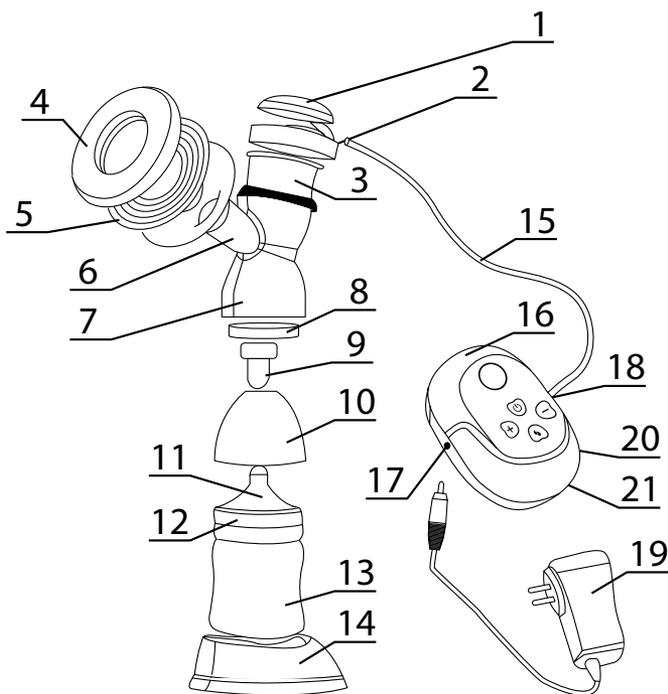
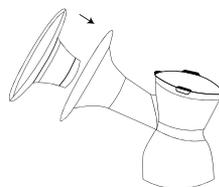

рис. 1
рис. 3
3.1. Основные элементы молокоотсоса и его аксессуаров представлены на рис.1
5.1.1. Открутите с корпуса молокоотсоса крышку диафрагмы (1, рис.1), повернув ее против часовой стрелки. Снимите подставку (14, рис.1), в которую молокоотсос установлен.
5.1.2. Снимите защитную крышку воронки (4, рис.1), извлеките силиконовую массажную накладку (5, рис.1) из воронки (6, рис.1) и диафрагму (3, рис.1). Открутите бутылочку.
5.1.3. Снимите клапан насоса (9, рис.1), потянув его вниз, и извлеките уплотнительное кольцо (8, рис.1) из корпуса молокоотсоса.
5.2.2. Поместите силиконовую массажную накладку (5, рис.1) в воронку молокоотсоса (6, рис.1), после чего плотно прижмите ее всему краю воронки (рис. 3). Удалите воздух нажатием пальца между лепестковыми секциями накладки.
Для сохранения стерильности массажной накладки закройте воронку защитной крышкой (4, рис.1).
5.2.3. Вставьте силиконовую диафрагму (3, рис.1) в верхнюю часть корпуса молокоотсоса.
Герметично зафиксируйте ее по краю корпуса пальцами, после чего установите сверху крышку диафрагмы (1, рис.1), повернув ее по часовой стрелке до упора (рис.4). Следите за тем, чтобы место подключения соединительной трубки не располагалось над воронкой молокоотсоса.
5.2.4. Прочно установите уплотнительное кольцо (8, рис.1) и клапан насоса (9, рис.1) в нижнюю часть корпуса молокоотсоса (рис.5)
5.2.5. Вращая бутылочку (13, рис.1) по часовой стрелке прикрутите ее к корпусу молокоотсоса (7, рис.1) до упора (рис.6).
Примечание. Рекомендуется устанавливать молокоотсос на подставку (14, рис.1) для большей устойчивости.
5.2.6. Подключите блок управления (16, рис.1) к молокоотсосу при помощи соединительной трубки (15, рис.1), установив ее в специальные отверстия, расположенные в крышке диафрагмы (2, рис.1) и на блоке управления (18, рис.1) (рис.7).
5.2.7. Подсоедините адаптер питания в разъем (17, рис.1) и подключите его к электрической сети (рис.8). Дисплей включится однократно, тем самым обозначая самопроверку.